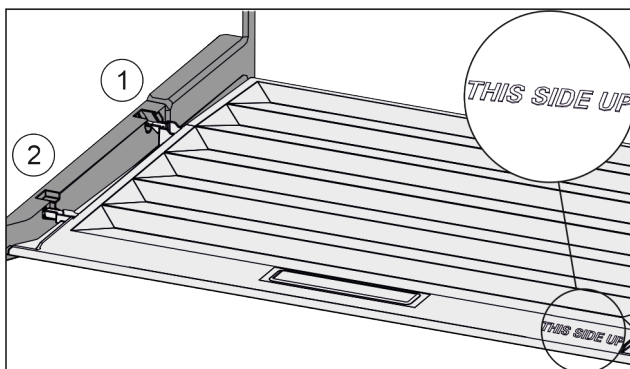

Fig. 55
- ▶ Пъхнете шийките на капака през отвора в задния държач Fig. 55 (1) и фиксирайте отпред в държача Fig. 55 (2).